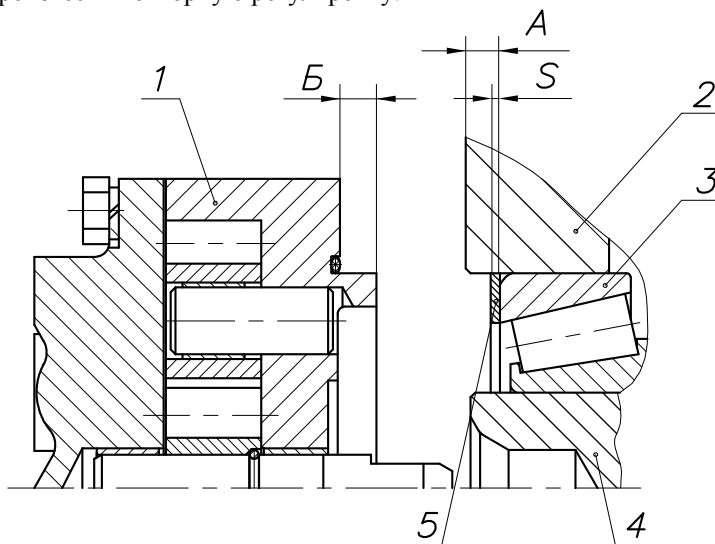

Рис.115:
5.1. Установить в расточку картера коробки передач наружное кольцо переднего подшипника промежуточного вала, после чего измерить абсолютную величину размера А (между торцами картера и наружным кольцом подшипника) рис. 115. При этом, наружное кольцо заднего подшипника промежуточного вала должно быть плотно (под усилием собственного веса вала) прижато к торцу проставки демультипликатора, а наружное кольцо переднего подшипника - к роликам. Перед замером промежуточный вал повернуть не менее пяти оборотов.